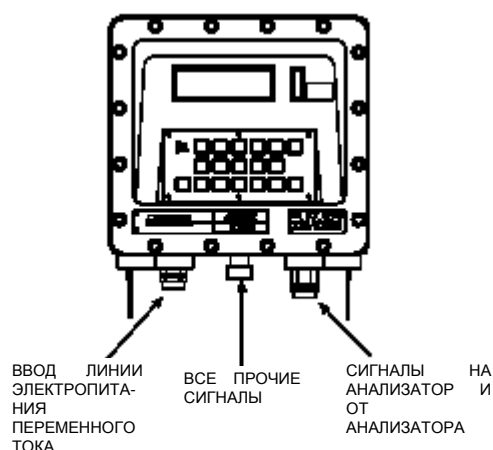

Рисунок 3-1. Отдельные входные проставки для ввода/вывода кабеля для контроллера ГХ
- (1) Необходимо использовать металлические вводы кабелей для выполнения всей сигнальной электропроводки.
- (2) Металлические вводы кабелей, используемые для передающей сигналы электропроводки, должны быть заземлены у опорных точек (непосредственное заземление вводов требуется для предотвращения образования магнитных индуктивных петель между вводом и экранирующей оплеткой кабеля).
- (3) Используйте подходящую смазку при протяжке кабеля через вводную проставку, чтобы избежать чрезмерного натяжения проводников кабеля.
- (4) Все проводники, предназначенные для сигнальной проводки, должны быть одножильными и цельными, на всем участке между установленными в полевых условиях приборами и контроллером ГХ. Если, однако, длина линии или вводные проставки требуют применения нескольких протяжек кабеля через проставки, то отдельные проводники должны быть соединены между собой с использованием соответствующих блоков клемм.
- (5) Используйте отдельные проставки для линий постоянного и переменного тока (смотрите Рисунок 3-1).
- (6) Не проводите линии аналоговых и цифровых сигналов через те же самые проставки, что и линии электропитания прибора переменным или постоянным током (смотрите Рисунок 3-1).
- (7) Для выполнения линий входа/выхода цифровых сигналов используйте только экранированный кабель.